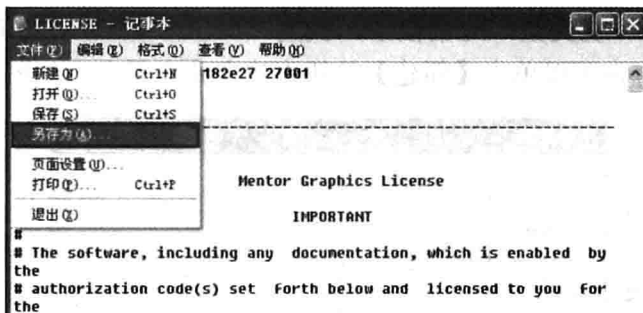
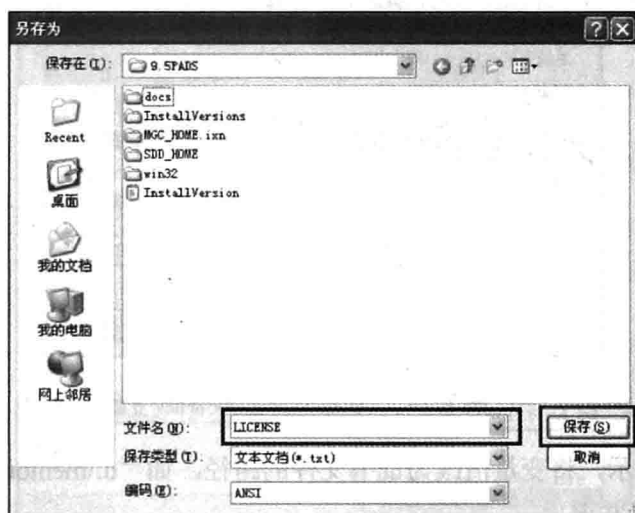

图 1-11 授权的 LICENSE 证书
图 1-12 证书“另存为”对话框
(9) 找到授权的 LICENSE 证书文件，如图 1-11 所示。将证书文件另存到 PADS 9.5 软件安装目录下，如图 1-12 所示。